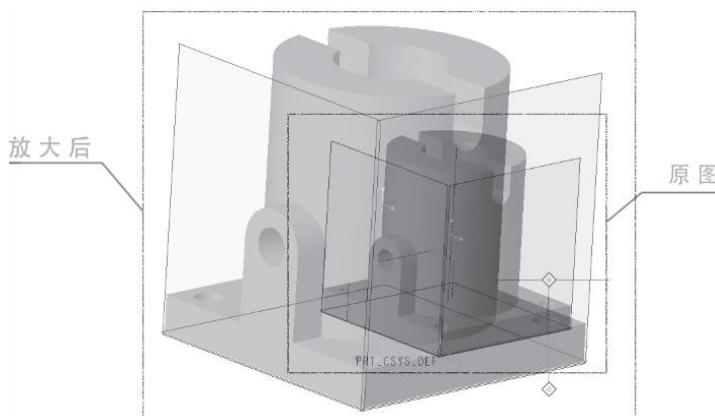

图 1-2-12 视图缩放
(1) 视图缩放。视图的缩放可通过滚动鼠标的中键实现，向前滚动模型缩小，向后滚动模型放大。按 Ctrl 键 + 鼠标中键，上下移动鼠标，缩放视图效果和滚动中键相同，如图 1-2-12 所示。